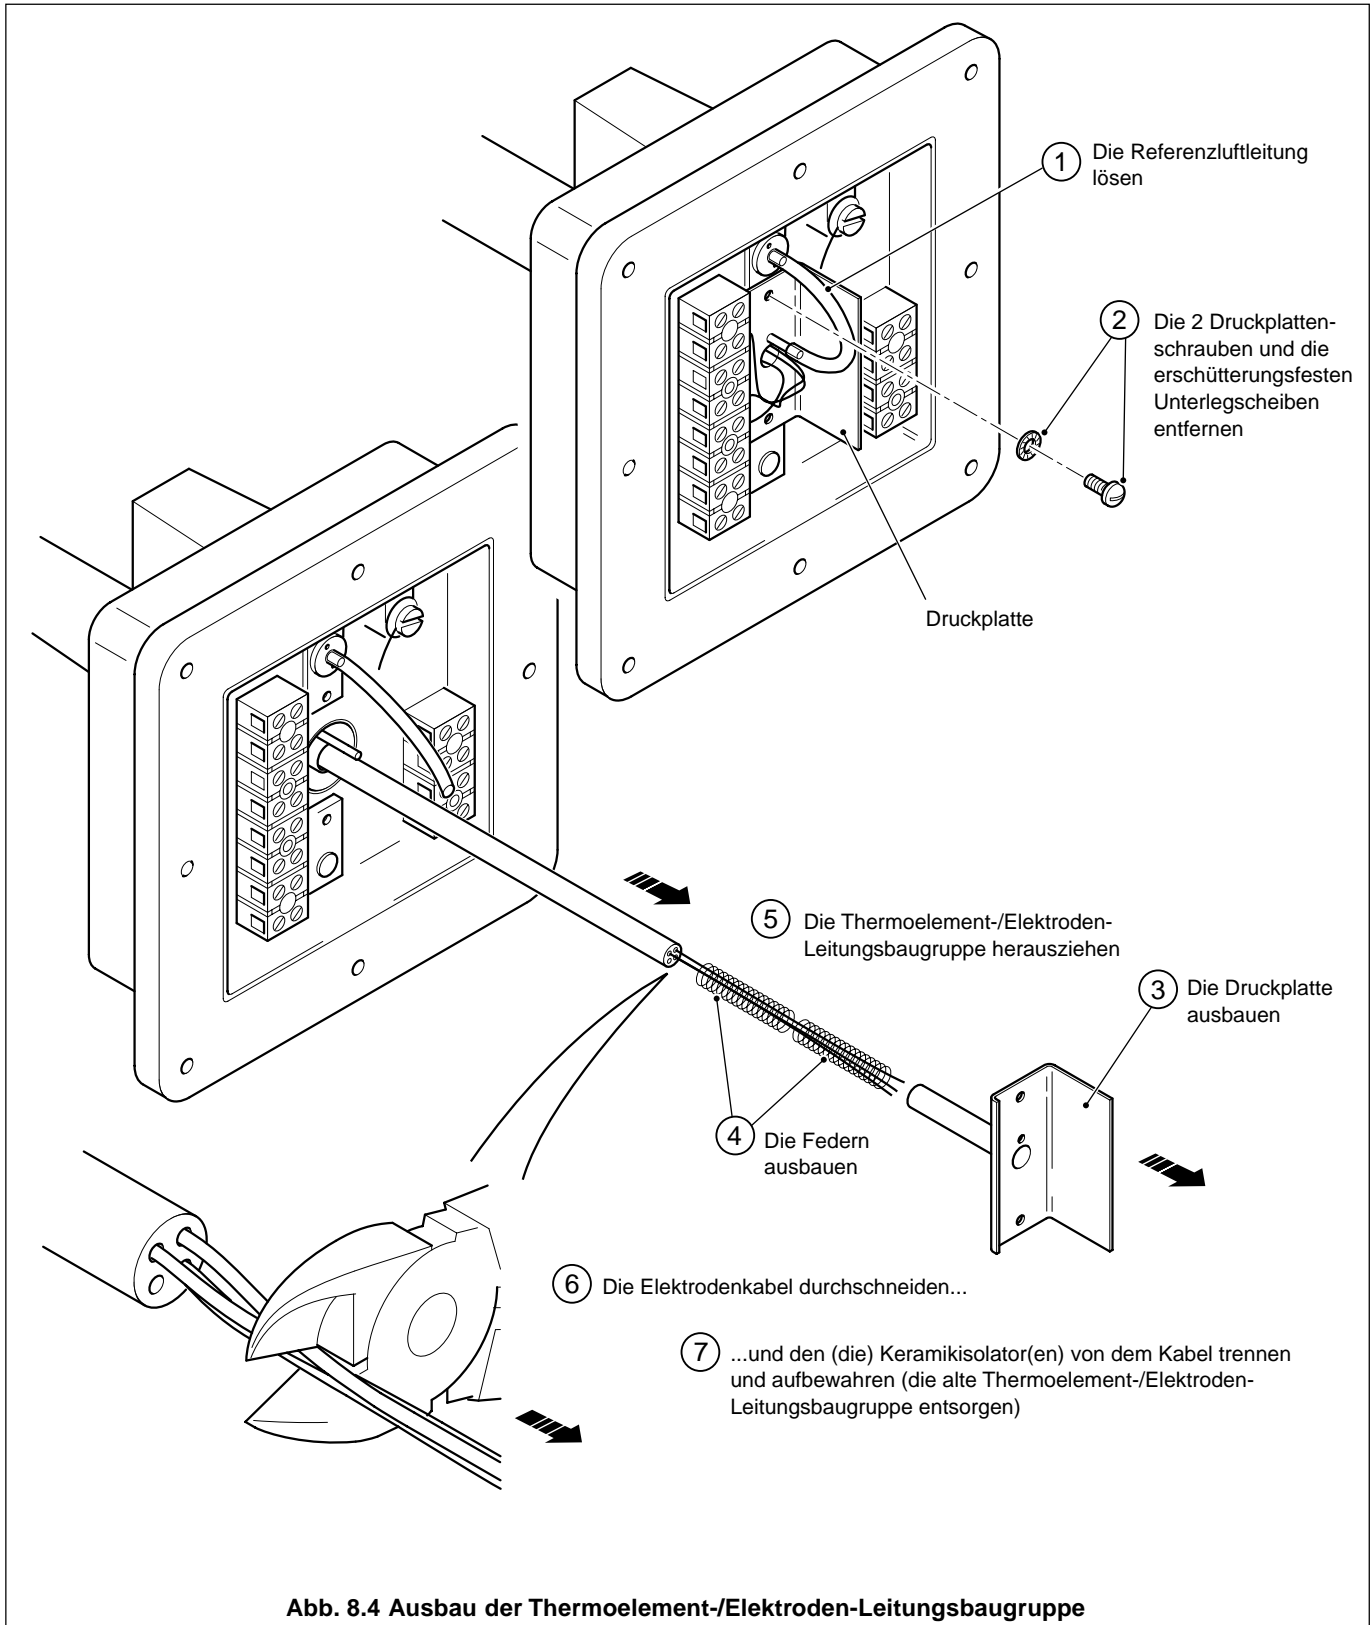

Abb. 8.4 Ausbau der Thermoelement-/Elektroden-Leitungsbaugruppe
8.3.1 Ausbau der Thermoelement-/Elektroden-Leitungsbaugruppe – Abb. 8.4
- c) Die Thermoelement-/Elektroden-Leitungsbaugruppe entsprechend Abb. 8.4 ausbauen.